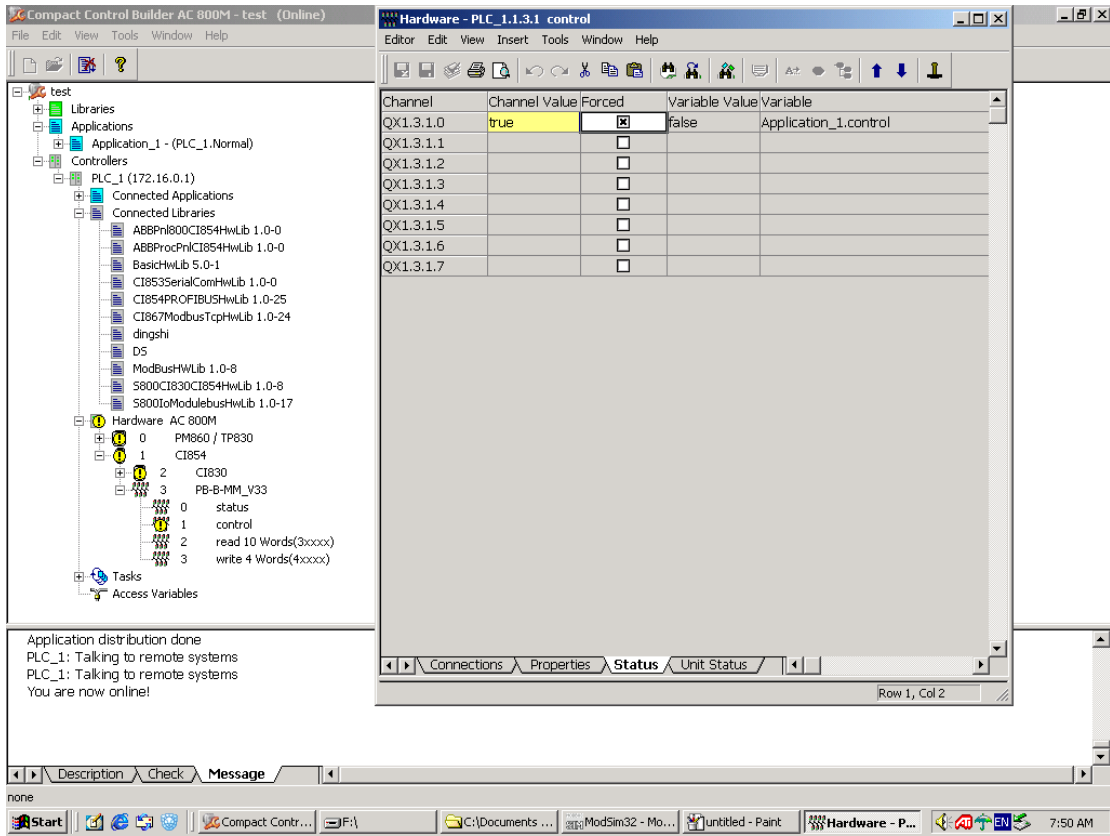

图 3-3
3、将 control 的第 0 位置 1，启动发送，与 modscan 进行通讯，结果如图 3-3、3-4、3-5 所示